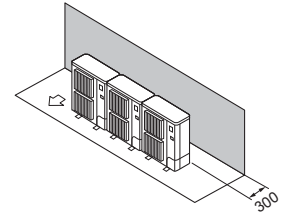

Fig. 2-9
- ① Yalnızca arkadaki engeller (Fig. 2-9)